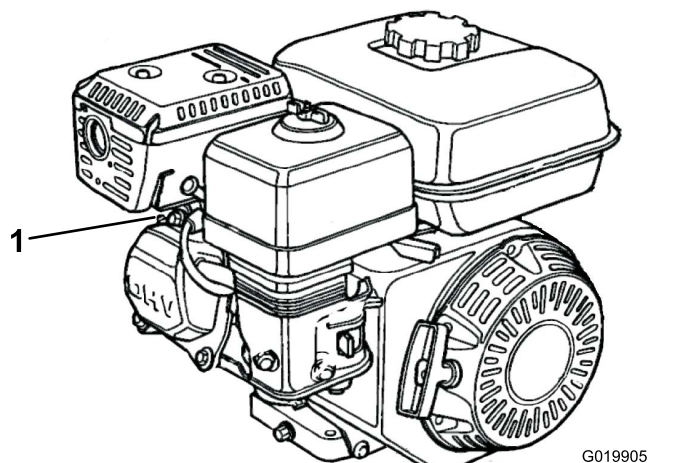

図 31
2. 点火プラグついている点火ケーブルを取り外す 図 31。